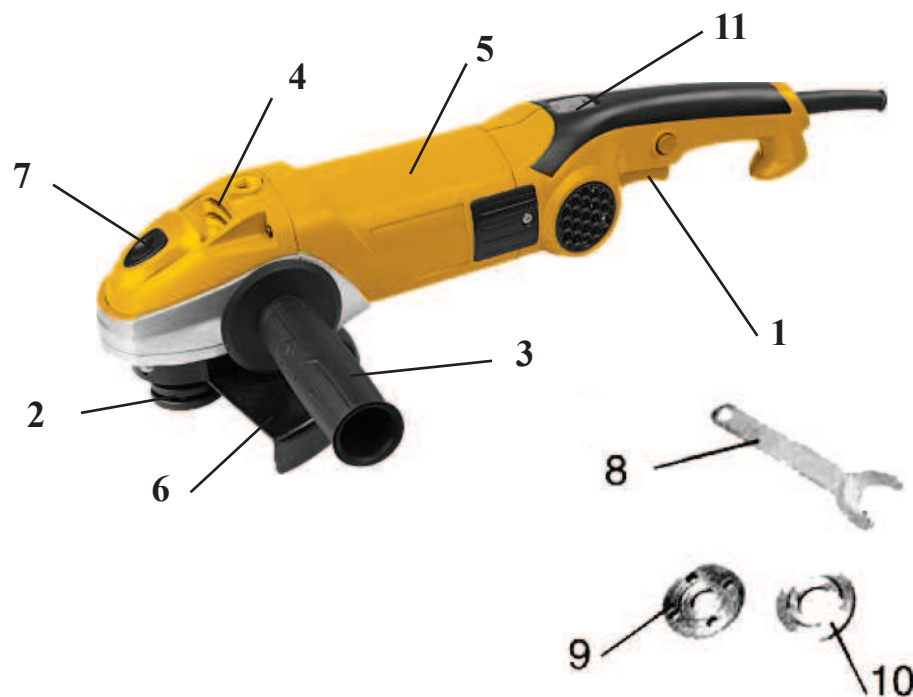

рис. 1
Общий вид шлифмашины схематично представлен на рис.1
- при необходимости отрегулируйте скорость шлифовки при помощи кнопки «11» (рис. 1).